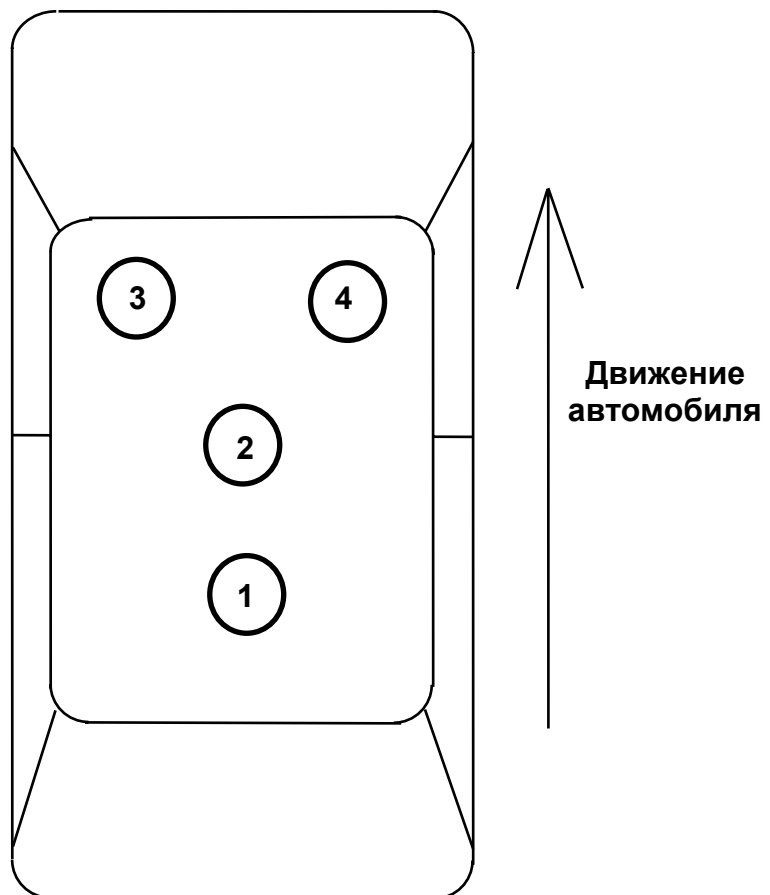

Рис. 3
6.5.3. Внешние антенны должны располагаться на металлическом основании или крыше автомобиля. Рекомендуемая схема размещения антенн см. рис. 3.